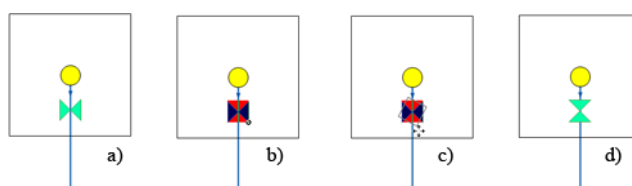

Рисунок 6.3. Поворот узлового объекта
2. Выделить определенный символический объект. Для этого нужно установить на него курсор и нажать левую клавишу мыши. Символ выделится прямоугольной областью с небольшим кружком в одном из углов. (смотрите Рисунок 6.3, «Поворот узлового объекта» b).
4. Перемещая мышью, поворачивайте символ до нужного угла. (смотрите Рисунок 6.3, «Поворот узлового объекта»с);
5. Отпустить левую клавишу мыши, для завершения поворота. (смотрите Рисунок 6.3, «Поворот узлового объекта»d).